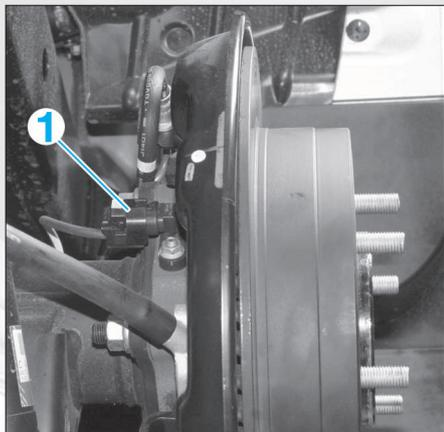

FIG. 7
- le capteur de vitesse de roue (1) (fig. 7).